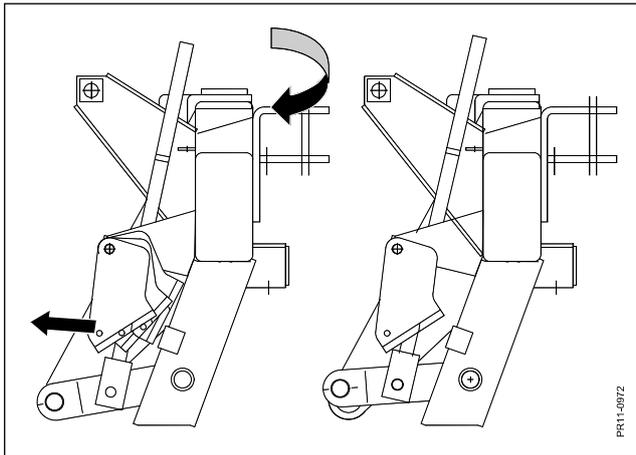

Fig. 3-3
- Fig. 3-3 Avant de pivoter la machine de la position travail à la position transport, activer le verrouillage du ressort grâce à la commande par corde.
- Fig. 3-3